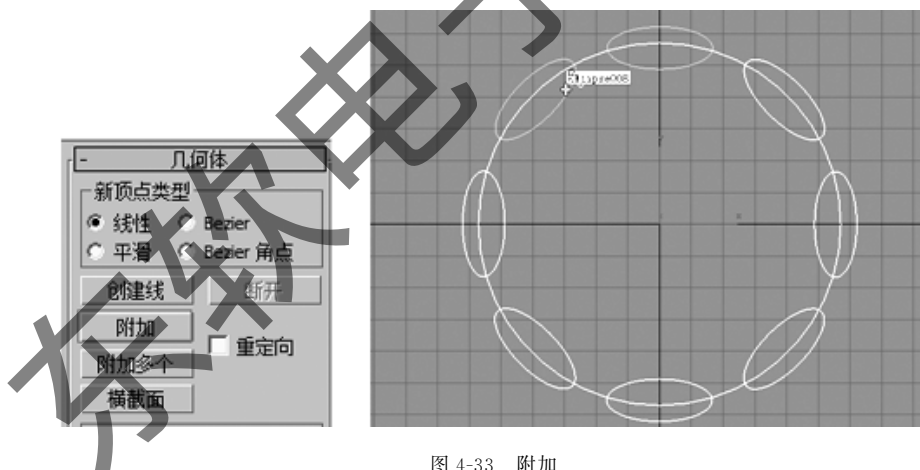

图 4-33 附加
Step8: 进入修改面板参数, 选择“附加”命令, 附加所有椭圆, 则所有的图形就会变成一个图形, 如图 4-33 所示。